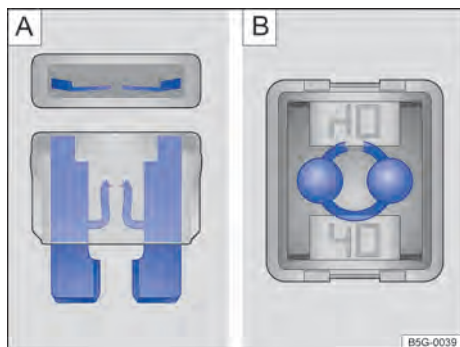

Fig. 223 Fusível queimado: **A** fusível plano, **B** fusível de bloqueio.
- Um *fusível plano* (ATO®, MINI®) queimado é reconhecido de cima ou de lado pela carcaça transparente nas faixas metálicas derretidas → Fig. 223 **A**.
- Um *fusível de bloqueio* (JCASE®) queimado é reconhecido pelas faixas metálicas derretidas por cima da carcaça transparente → Fig. 223 **B**.